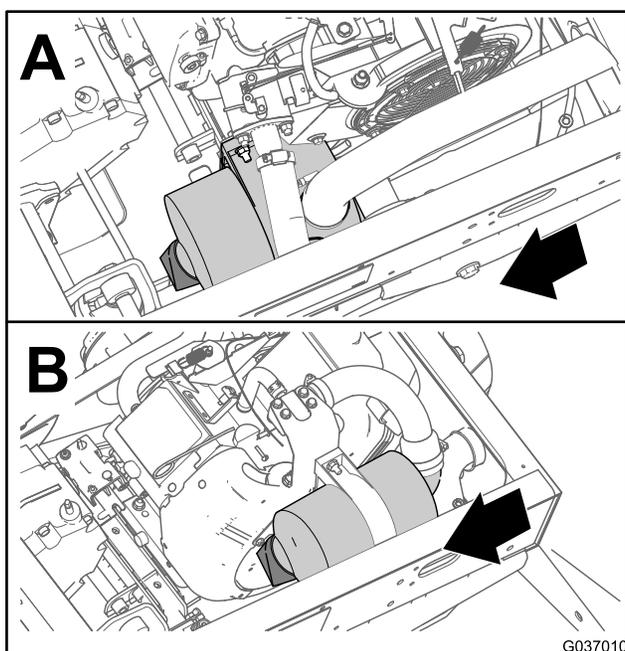
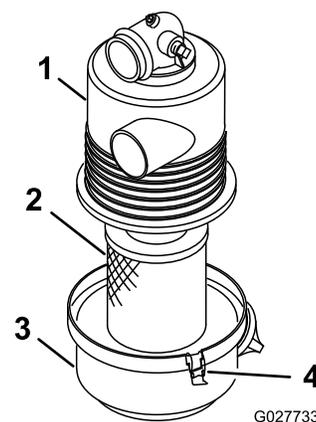

図 36
図 37
2. エアクリーナ本体にリーク原因となりそうな傷がないか点検する 図 36と 図 37。
3. エアフィルタのカバーをエアフィルタのハウジングに固定しているラッチを外す 図 37。
4. ボディーからカバーを外し、カバーの内部を清掃する 図 37。
3. エアフィルタのハウジングにエレメントを取り付ける (図 37)。
4. エアクリーナのカバーとハウジングを合わせる 図 37。
5. カバーをハウジングにラッチで固定する(図 37)。